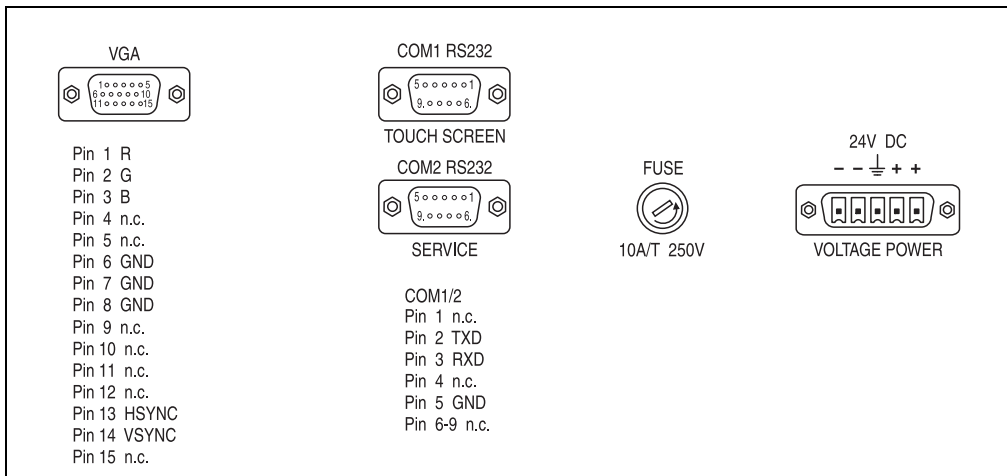

Abbildung 164: Anschlüsse 5D9200.01
**Diese Displayeinheit benötigt eine externe 24 VDC Spannungsversorgung (Stecker ist im Lieferumfang enthalten. Die Belegung des Steckers ist mit dem Versorgungsstecker der Displayeinheit 5D9200.01 ident (siehe Abbildung 164 "Anschlüsse 5D9200.01", auf Seite 276.**